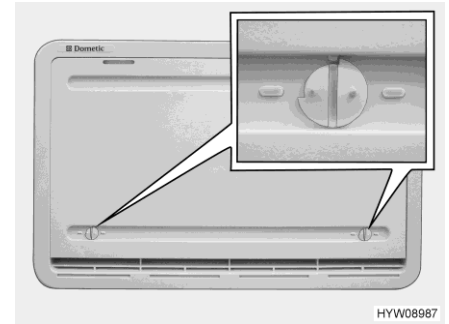

Fig. 120 Copertura invernale (griglia di aerazione del frigorifero)
Le coperture invernali (Fig. 120) proteggono il gruppo frigorifero dall'aria fredda. Posizionare le coperture invernali davanti a entrambe le griglie di aerazione del frigorifero quando la temperatura esterna scende al di sotto di +10 °C (sia per funzionamento elettrico che a gas).
- Aprire entrambi i bloccaggi (Fig. 120), la scanalatura risulterà orizzontale.